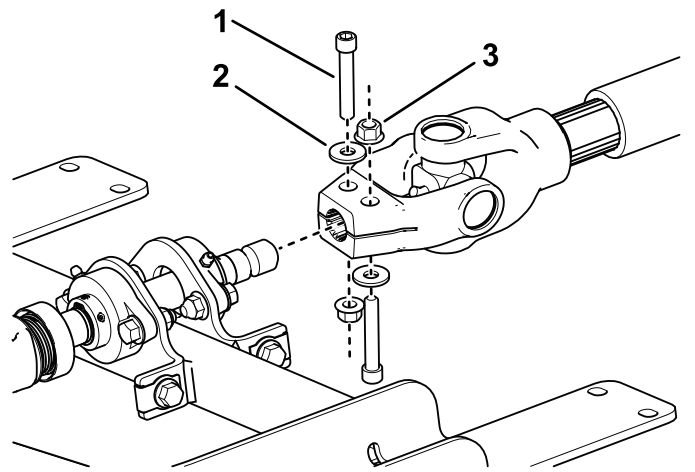

Bild 14
6. Befestigen Sie die Zapfwelle der Zugmaschine mit den unter **3 Vorbereiten der Zugmaschine (Seite 8)** entfernten Befestigungselementen der Zapfwelle an der Keilwelle der Befestigungsplatte, wie in **Bild 14** dargestellt.